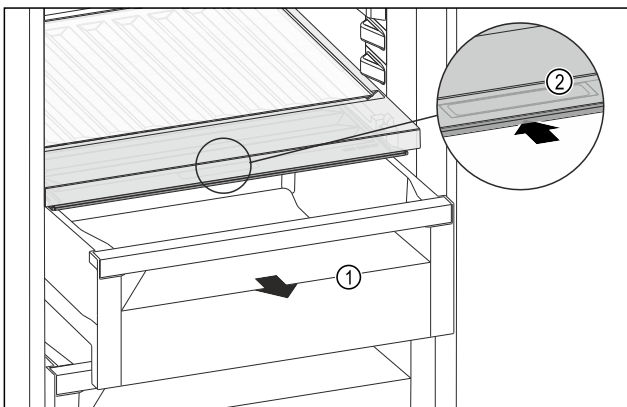

Fig. 118
- ▶ Retirer le tiroir Fig. 118 (1).
- ▶ Saisir la poignée encastrée Fig. 118 (2) du couvercle du compartiment et pousser le couvercle du compartiment vers l'arrière.